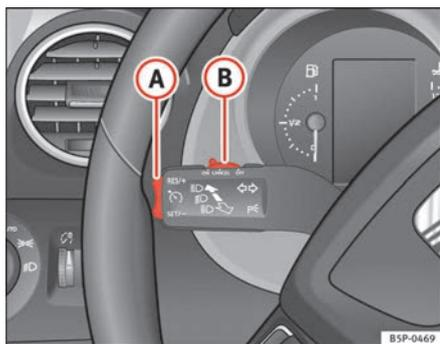

Fig. 150 Manette des clignotants et de l'inverseur codes/phares : commande et touche à bascule du régulateur de vitesse
- Appuyez sur la partie supérieure **RES+** de la commande à bascule ⇒ fig. 150 (A) pour augmenter la vitesse. Tant que vous maintenez enfoncée la commande à bascule, le véhicule accélère. Lorsque vous lâchez la commande à bascule, la nouvelle vitesse est mémorisée.
⇒ fig. 150 (A).